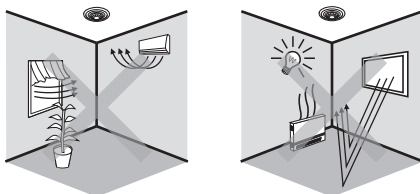

Figur 3
3. 1. 2 Vær oppmerksom på gåretningen under testen. EKO07042 er mer følsom for bevegelse over sensoren og mindre følsom for bevegelse direkte mot sensoren som vil redusere gjenkjenningsdekning(se Figur 3).